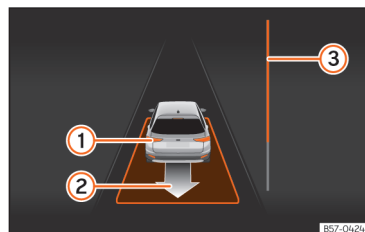

Abb. 128 Am Bildschirm des Kombi-Instruments: parallel zur Fahrbahn ausparken.
- Fahren Sie rückwärts, bis das Dauertonsignal des ParkPilot ertönt; **ODER:** fahren Sie zurück, bis am Bildschirm des Kombi-Instruments die Anzeige zur Vorwärtsfahrt erscheint. Die Fortschrittsanzeige »» (Abb. 128) ③ zeigt den zurückzulegenden Abstand an.